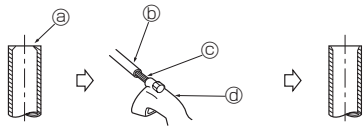

Fig. 5-4
5.2.2. Видалення задирок (Fig. 5-4)